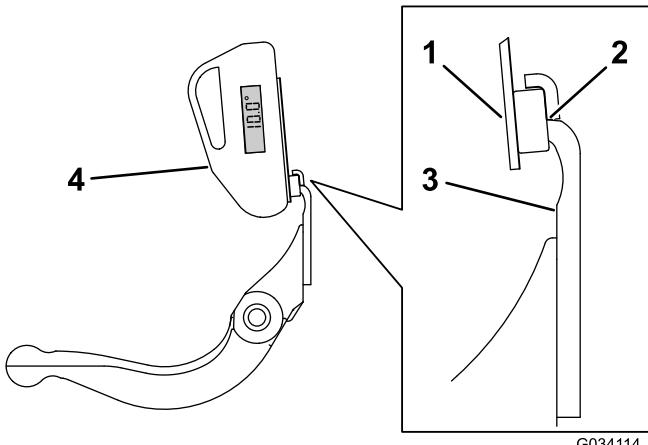

Figura 31
3. Posizionate il supporto del goniometro sul bordo della controlama, in modo che il bordo del magnete corrisponda a quello della controlama (Figura 31).
- 4. Posizionate il goniometro sul supporto, come illustrato nella Figura 31.